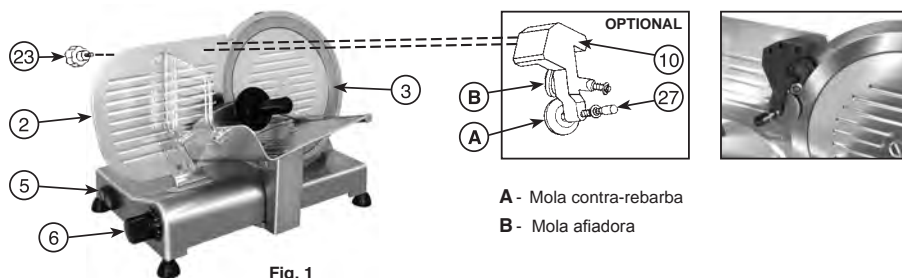

Fig. 1
- Posicionar o anteparo móvel (2) à máxima distância da lâmina (3) girando o botão graduado (6)
- Colocar o conjunto afiador (10) no anteparo móvel (2) como indicado na Fig. 1 bloqueando-o com o parafuso (23).
- Premir o interruptor de accionamento do motor (5) para activar o afiamento automático; se for necessário, girar o botão graduado (6) até que a mola afiadora gire junto com a lâmina.
- Deixar a lâmina afiar automaticamente por cerca um minuto, então proceder premindo o botão de pressão da mola contra-rebarba (27) por cerca dois-três segundos; contemporaneamente deixar o botão e desligar o motor.
- Efectuada a afiação, tirar o afiador (10) do aparador móvel (2) e torne a inserir o mesmo no local original.